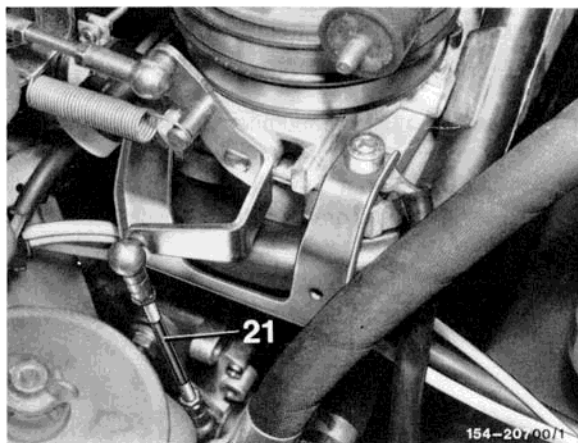

Bild 6
17 Regulierstange (21) einhängen und Kugelpfopf kornern (Bild 6).